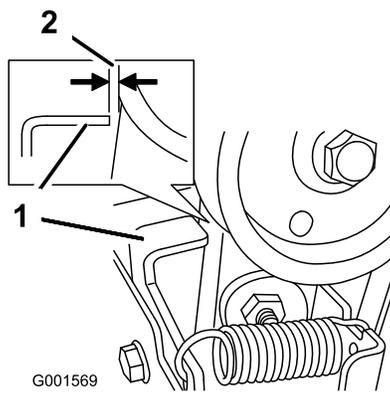

Figure 50
3. Lorsque le levier de commande de vis sans fin/turbine est désengagé, vérifiez qu'il existe un écart de 1,5 mm entre l'ensemble embrayage de vis sans fin et la patte (Figure 50).